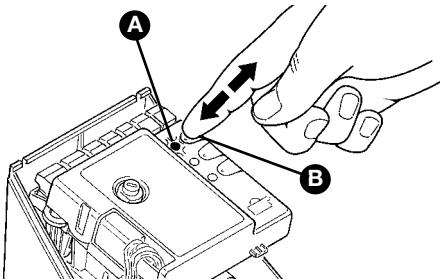

Figura 61
- 2 Premere il tasto P1 (Figura 61) sulla centrale un numero di volte pari al comando desiderato, secondo la seguente tabella: (es. 3 volte per il comando “Solo Apre”).
- 1 Premere e tenere premuto il tasto P1 [B] (Figura 61) sulla centrale.